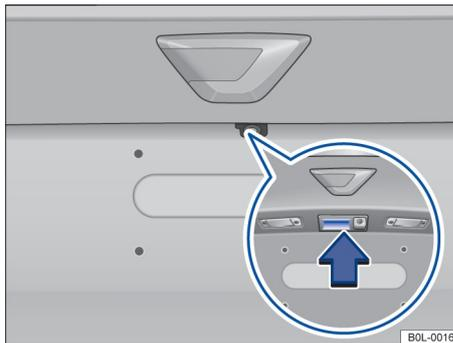

Рисунок 46. Открывание двери багажника снаружи
- Нажмите кнопку 🗉 на ключе от автомобиля, чтобы отпереть дверь багажника или полностью отпереть автомобиль, откройте дверь багажника, нажав на кнопку → Рисунок 46 (стрелка);
- или: Нажмите и удерживайте кнопку 🗉 на ключе автомобиля до тех пор, пока дверь багажника автоматически не откроется на несколько миллиметров; откройте дверь багажника, нажав на кнопку → Рисунок 46 (стрелка);